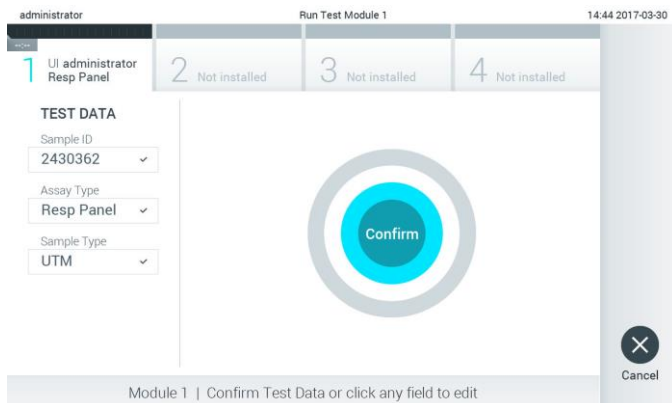

Figura 26. Ecranul Confirm (Confirmare).
5. Va apărea ecranul Confirm (Confirmare). Revizuiți datele introduse și faceți modificările necesare apăsând pe câmpurile relevante ale ecranului tactil și editarea informațiilor (Figura 26).